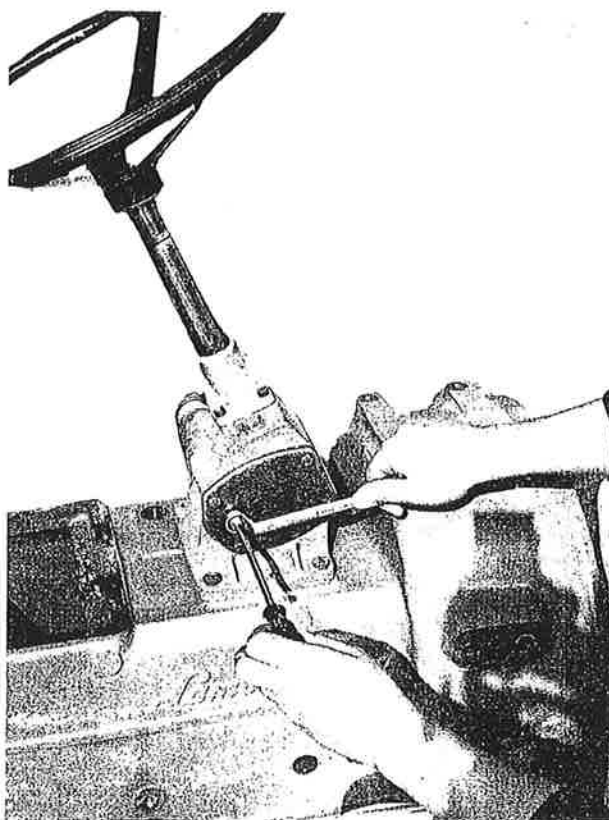

FIG. 68 - Réglage du jeu entre la came et la vis sans fin
- a) Vérifier l'absence de jeu entre la vis sans fin et la came. S'il y en a, effectuer le réglage à l'aide de la vis de réglage à entaille (Fig. 68).